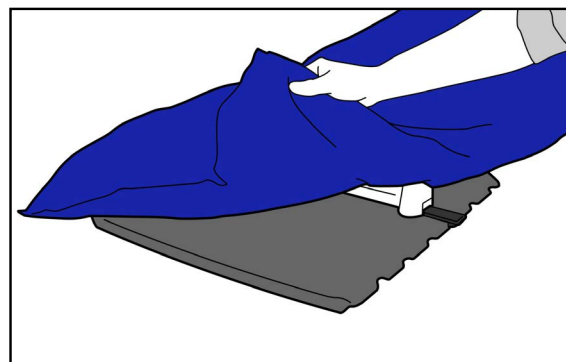

Fig. 6
3. Fyll dynan med tillräckligt med luft så att veck och skrynklor elimineras. Placera sedan dynan över indexeraren(arna) (Fig. 6).